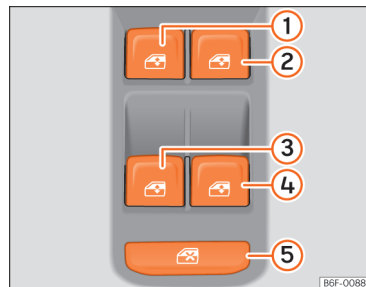

Fig. 60 Pormenor da porta do condutor: comandos das janelas.
Com o interruptor de segurança » » Fig. 60 ⑤ da porta do condutor é possível desativar os botões de acionamento das janelas das portas traseiras.